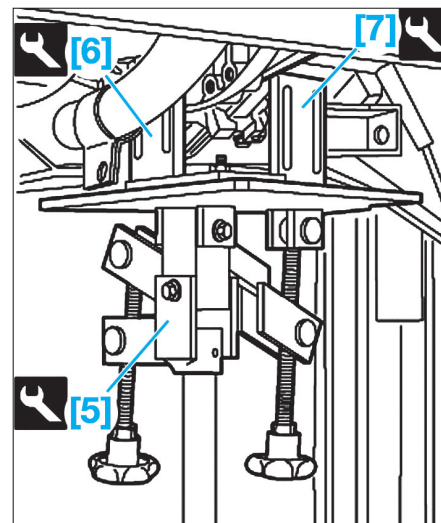

Fig. 12
- [5]. Support de boîte de vitesses référence Fiat 1.870.835.001 (Fig.12)
- [6]. Outil auxiliaire du support de boîte de vitesses référence Fiat 1.870.835.001/1 (Fig.12)
- [7]. Outil auxiliaire du support vertical de boîte de vitesses référence Fiat 1.870.835.001/2 (Fig.12)
- Grâce aux outils [5], [6] et [7], réaliser un soutènement (Fig.12) par le dessous du moteur.